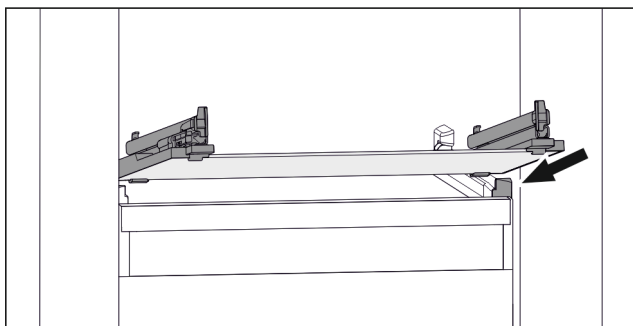

Fig. 154 Príklad zobrazenia sklenenej dosky
- ▶ Nasadíte sklenenú dosku šikmo za zádržkami. (pozri Fig. 154)